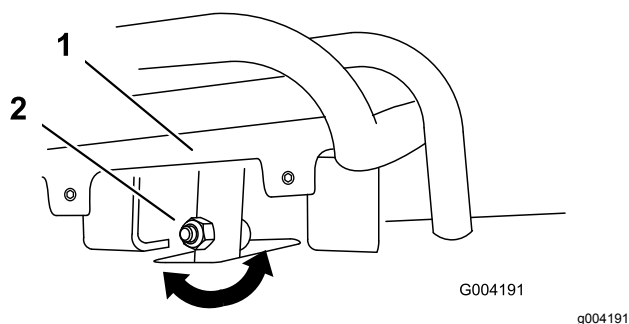
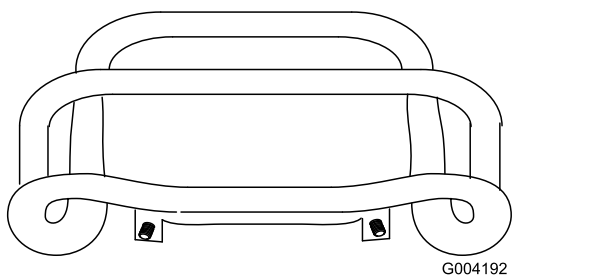

Рисунок 54
Рисунок 55
4. Если передняя часть органа управления тягой не встает параллельно контрольной штанге и вровень с ней, ослабьте фланцевую гайку и болт в хвостовике органа управления тягой (**Рисунок 54**).
5. Отрегулируйте орган управления тягой таким образом, чтобы при перемещении прямо назад он находился на одном уровне с контрольной штангой (**Рисунок 54** и **Рисунок 55**).